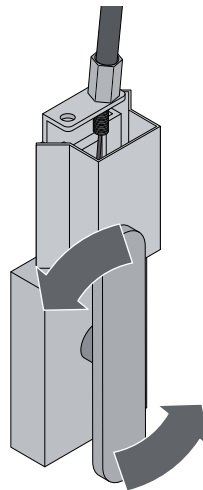

Fig. 2
- **Déverrouillage à câble externe ASB2 (fig. 2):**